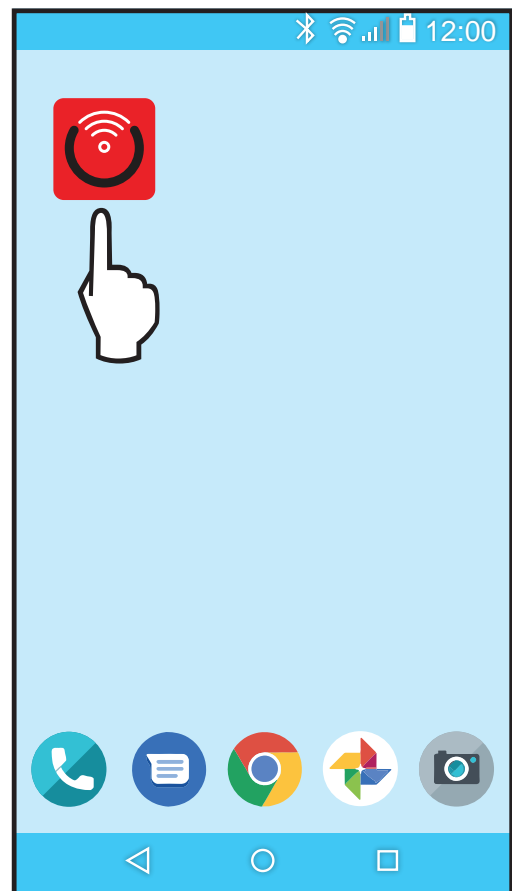

Figure 68. Rechercher l'icône de l'application mobile Raymote
2. Recherchez l'icône de l'application mobile Raymote sur votre appareil. Voir Figure 68.